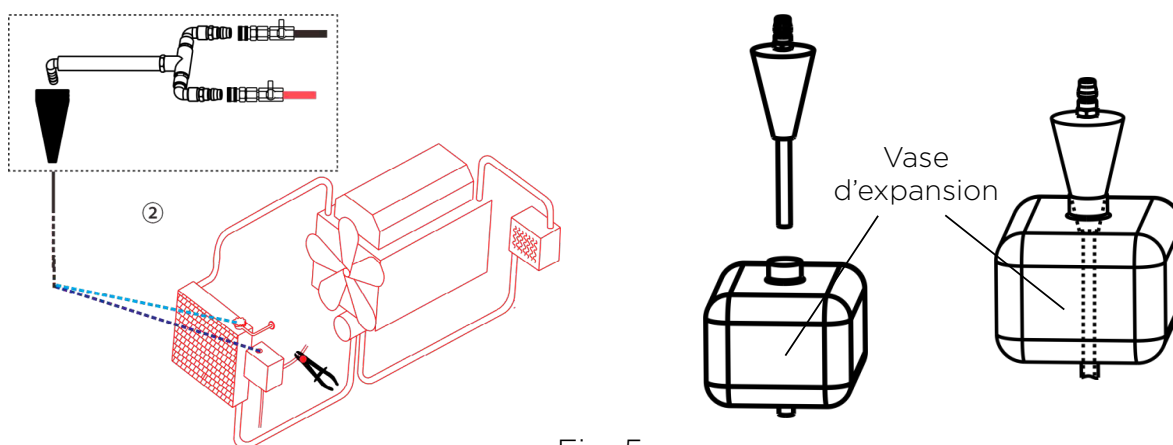

Fig. 5
- Ouvrez avec précaution le bouchon du vase d'expansion et munissez-vous du cône préalablement installé sur l'adaptateur Y de l'appareil. Adaptez la longueur du plongeur en fonction de la taille de votre vase. Il doit être assez long pour se positionner au plus profond du vase. Placez ensuite le cône et le plongeur dans le vase d'expansion jusqu'à assurer la bonne étanchéité du circuit. (Fig. 5)